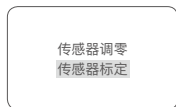

图 16
Step6 选择校准类型：在图 9 中将光标移动到 **传感器标定** 上，如图 16；
Step7 通标气确认：在图 16 中确认标气已通入探测器，然后按确定键进入图 17，再按确认键进入到图 18；
Step8 设置标气浓度值：在图 18 中参照标气浓度输入对应数值，按取消键退回图 16，按确定键则进入图 19；
A 在图 19 中按取消键放弃标定操作回到图 16；
C 在图 19 中按确定键进入图 20 要进行强制标定。在图 20 中按取消退回图 16 放弃强制标定操作，按确定键完成强制标定进入图 22。**注意：若在不符规定浓度范围内标定，将导致仪器在某一量程段失去线性。**